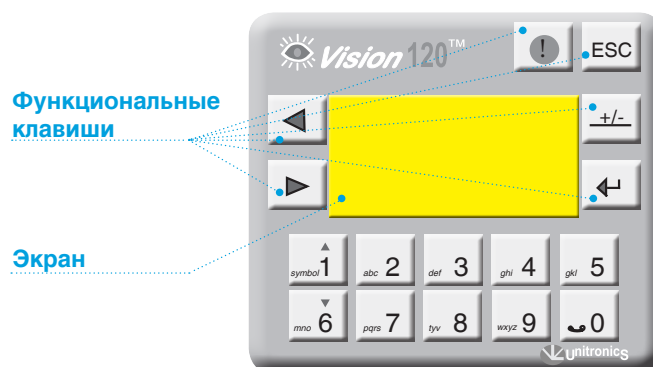

Рис. 1
- вспомогательная клавиатура имеет 16 клавиш (рис. 1).